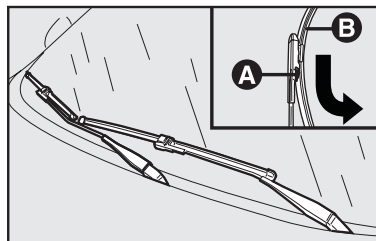

fig. 23
### Sustitución de las escobillas del limpiaparabrisas - fig. 23
- 2) Presione la traba **A-fig. 23** y quite la escobilla **B-fig. 23** y empújela la hacia abajo soltándola del brazo.